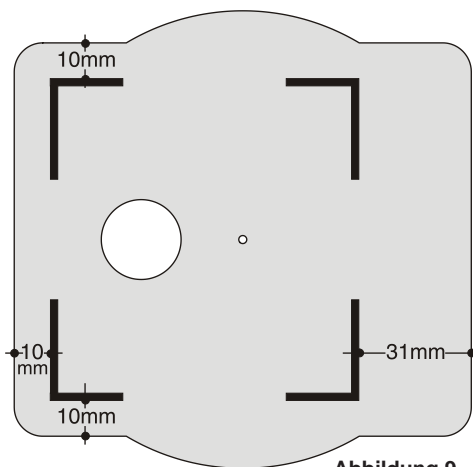

Abbildung 9
Schritt 44: Stellen Sie die beiden Ständer so auf, dass sie mit den Seitenstützen zueinander zeigen, und stecken Sie provisorisch und ohne Klebstoff den Bügelgriff mit seinen Schlitzlöchern von oben in die beiden halbrunden Ausschnitte. Auf diese Weise haben die Ständer oben genau den Abstand voneinander, den sie später benötigen. Stellen Sie sie zunächst noch ohne Klebstoff auf den Deckel des Hauptzylinders. Auf der Seite, in deren Nähe der Arbeitszylinder sitzt, muss der Abstand zwischen der Blechkante und der Ständer-Außenseite genau 10 mm betragen, auf der anderen Seite 31 mm (s. Abb. 9). Der Abstand ist auf dieser Seite größer, weil sich dort später das Schwungrad drehen wird. Auf dieser Seite sollte (muss aber nicht) der Ständer stehen, auf dem sich der Name des Eigentümers befindet. Der Bügelgriff liegt dann genau mittig über dem Arbeitszylinder.